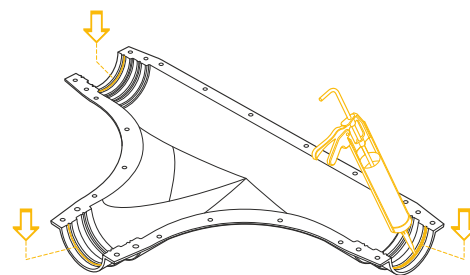

Рис. 4.7.2
2. Нанести герметик на обе половины защитного кожуха в местах последующего прилегания поверхности защитных оболочек труб (рис. 4.7.2).